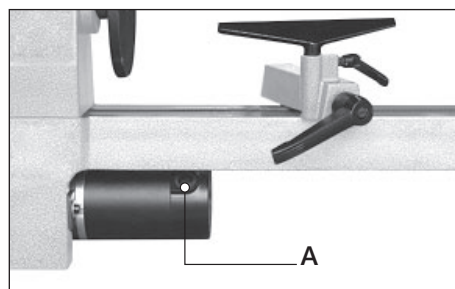

Рисунок 16.
- ослабьте крепления щеткодержателя **A** (рис. 16) и осторожно снимите щетки;